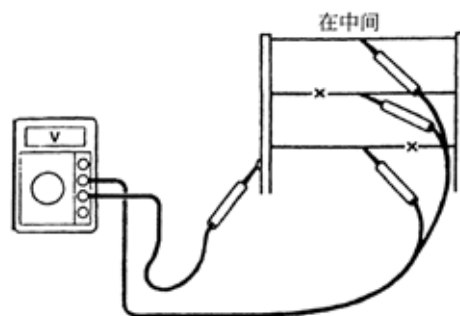

图 9-236
3)如图 9-236 所示，在每一加热线的中点处检查电路电压。标准如表 9-109 所示。